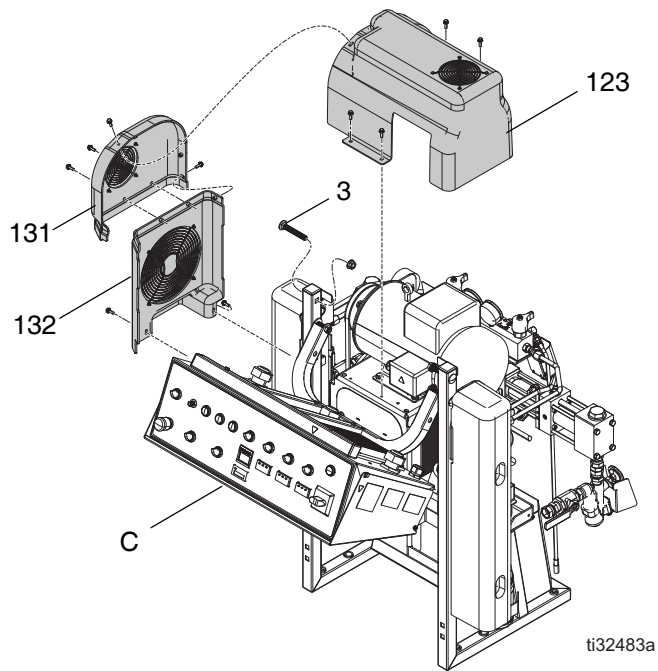
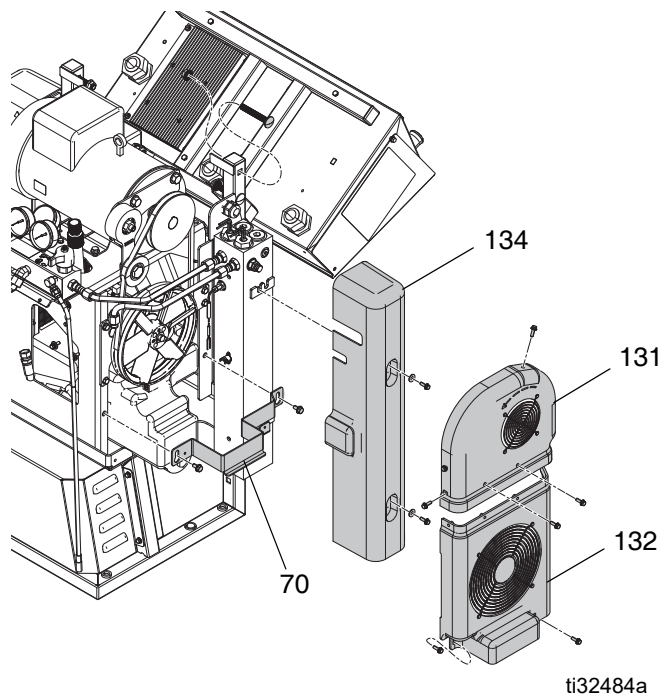

FIG. 63
FIG. 64
6. Quite las tapas del motor y de la correa (123, 131). Retire la tapa (123) y afloje los afianzadores del soporte plateado (70). Retire el soporte plateado (70) de los afianzadores y conserve. Quite las tapas de la correa (131, 132). Quite la tapa del calentador (123). Véase FIG. 63 y FIG. 64.